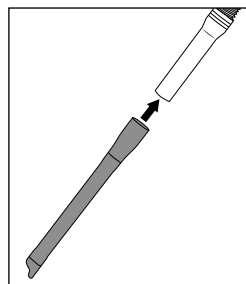

Fig. 11
- ◆ Sæt fugemundstykket 22 på sugeslangen 23 for at støvsuge f.eks. hjørner eller fuger (se fig. 11).